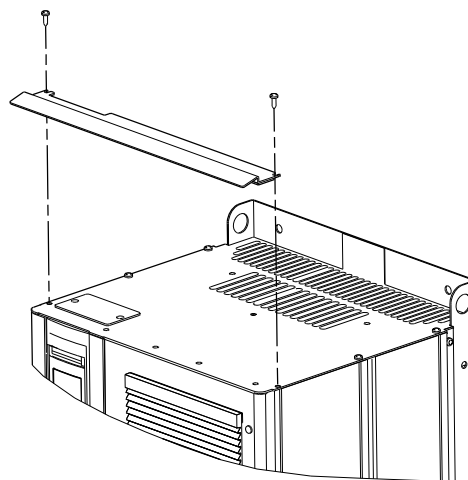

Рис. 6 Установка накладки
1. Удалите два винта. См. рис. 6.